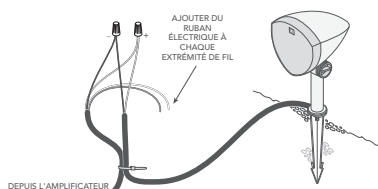

Figure 7
- En commençant par l'enceinte la plus éloignée de l'amplificateur, dénudez 3/4 po d'isolation sur l'extrémité coupée des câbles pleine terre pour le canal d'amplification approprié, conformément aux tableaux ci-dessous, puis dénudez l'isolation des extrémités du câble correspondante. Enveloppez tous les câbles inutilisés dans du ruban électrique pour les protéger de l'humidité et des courts-circuits (voir Figure 7) ou utiliser un connecteur étanche.
- Connectez le câble pleine terre au câble de l'enceinte à l'aide d'un collier de serrage (voir Figure 7).